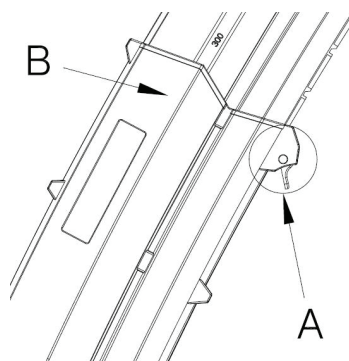

Fig. 7
Presione el botón de altura ajustable (A) y deslice el tubo de la Sopladora/Aspiradora (B) hasta alcanzar la altura deseada. Puede alcanzar una longitud de 81.3 cm (32"). Vea la Fig. 7